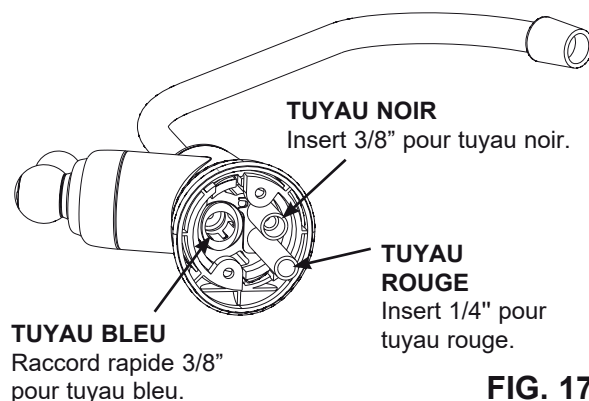

FIG. 17
C. Insérer dans le raccord cannelé 1/4" du robinet. Cf Figs. 17, 20 & 21.